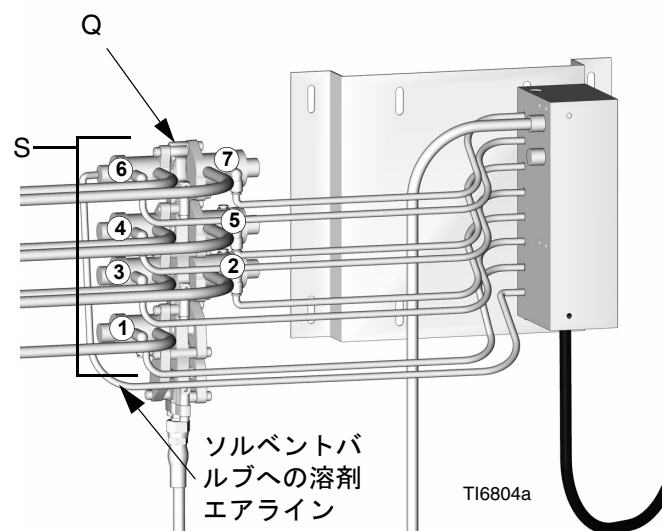

図. 15
- b. マルチカラーシステム：色変更スタック (Q)、上部バルブ 6 または 7 にも溶剤供給ラインを接続します 図. 15。
- マルチカラーシステム：コンポーネント A 供給ラインを色変更バルブスタック (S) インレットに接続します。図. 15。カラー番号はバルブエア供給ライン上に記載されています。